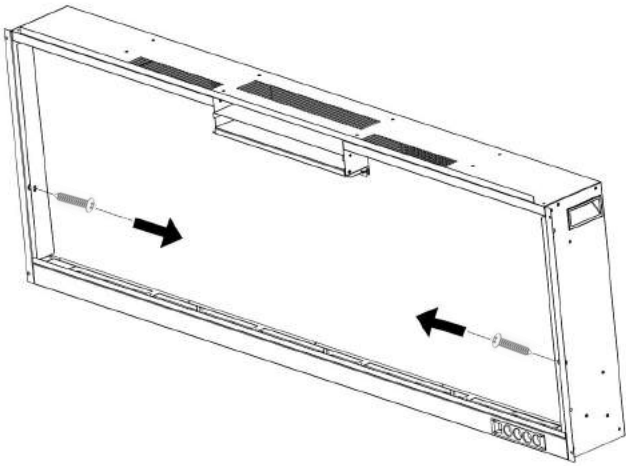

Fig. 2-1
A. Retirez les vis (1 par côté) des côtés du foyer. Mettez les vis de côté (Fig. 2-1).